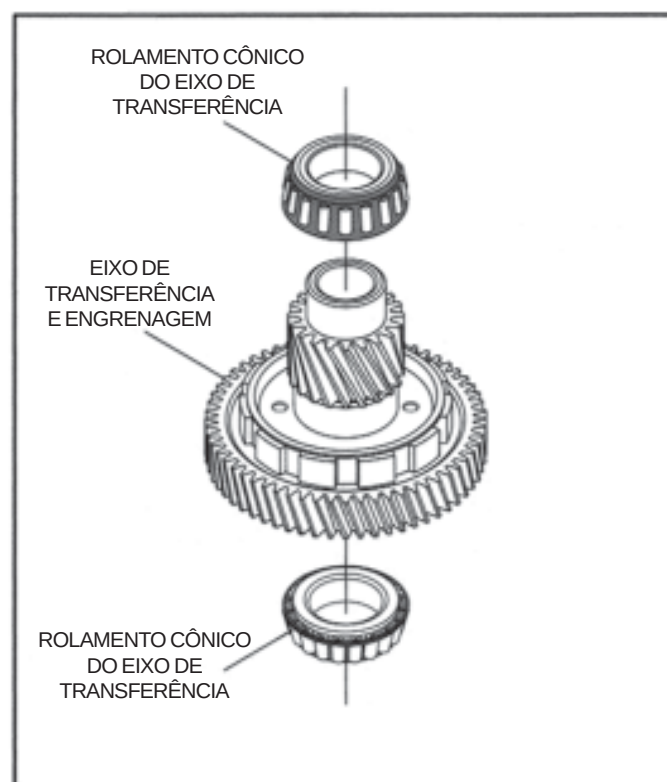

Figura 130
41. Remova e troque os dois rolamentos cônicos do eixo de transferência (Vide Figura 130), utilizando adaptadores apropriados e prensa hidráulica.